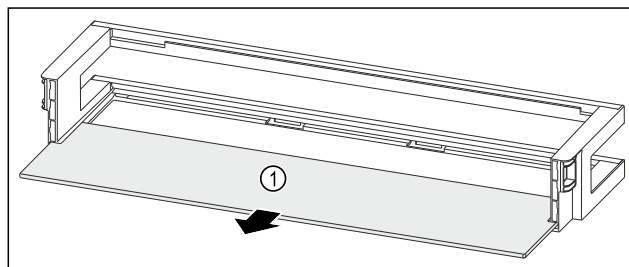

Fig. 84 Odkladací priestor vo dverách s odkladacou plochou
- ▶ Odoberte odkladaciu plochu Fig. 84 (1).